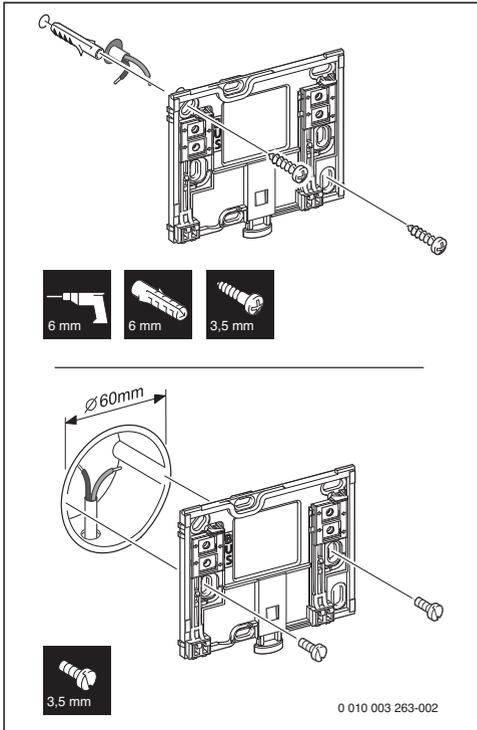

Bild 3 Installation des Sockels
► Sockel an einer Wand installieren (→ Bild 3).